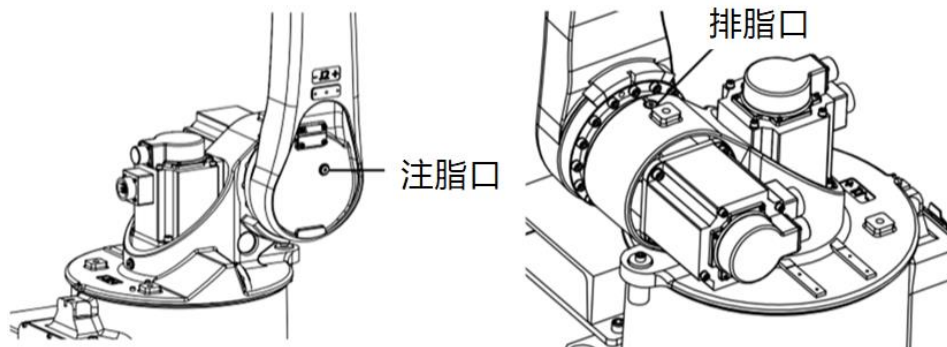

图 12-9 AIR12-1420B 更换 J2 轴减速器润滑脂
- 步骤4. 卸下排脂口 M10x1 堵头，如图 12-9 所示。